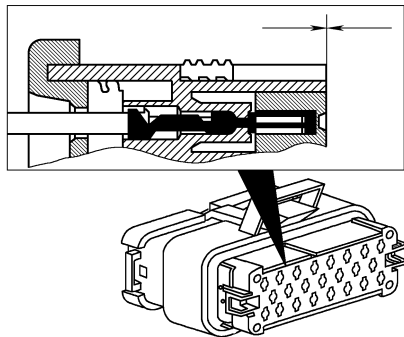

图 6-41 将锁销插入壳体，直到与壳体齐平
- ⑥ 将锁销插入壳体,直到与壳体齐平,如图 6-41 所示。
(2) 插头更换
- ① 检查插头锁片应处于打开位置。在插头总成上,锁片处于打开位置(在运输过程被撞击可能处于关闭位置)。
② 拆下插头时，不得从壳体上拆下锁销，如果楔形锁销片闭合，可以用螺钉旋具撬开使其打开。
③ 拆下所有的触点。来回转动触点导线，轻拉导线，直到拆下触点。
④ 将导线插入相应的电路插孔中，直到触针到达底部，向后轻拉以确定锁销已固定住插头。
⑤ 更换完所需的触针后，锁片必须处于锁定位置。向内推锁销，使其放开。
⑥ 将锁销插入壳体，直到它与壳体齐平。